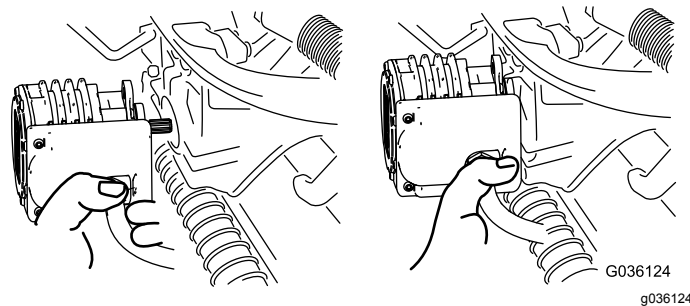

Рисунок 49
- Переместите электродвигатель на место хранения на передней стороне рычага подвески (Рисунок 49).